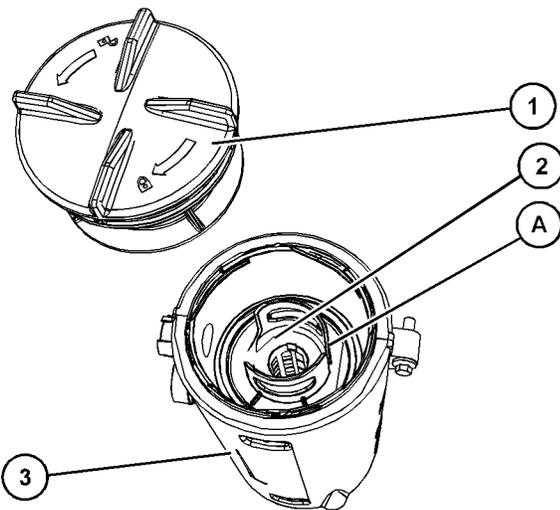

図 72
- 新しいフィルタエレメントをブリーザのボディ(3)に取り付け、位置(A)が合うようにフィルタエレメントの向きを合わせます。図72を参照してください。フィルタエレメントの位置(A)をキャップの位置(B)に合わせます。